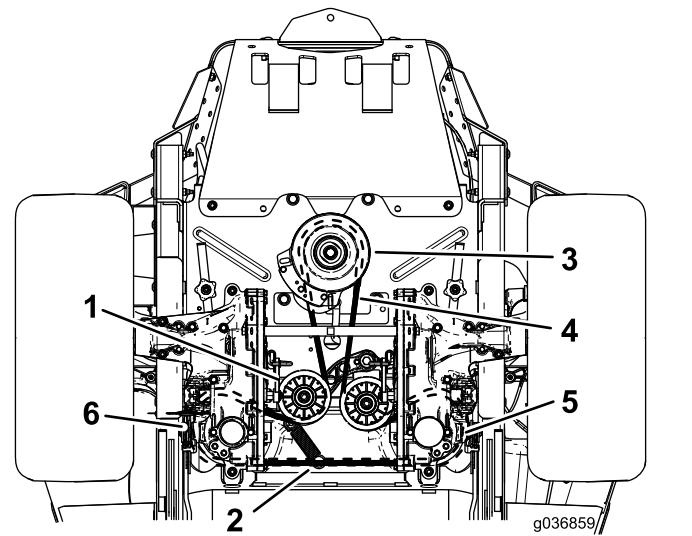

Figura 101
4. Levante la máquina y apóyela sobre gatos fijos (Figura 101).
6. Retire el muelle tensor del espárrago (Figura 101).
8. Instale la correa nueva alrededor de la polea del motor y de las 2 poleas de la bomba hidráulica (Figura 101).